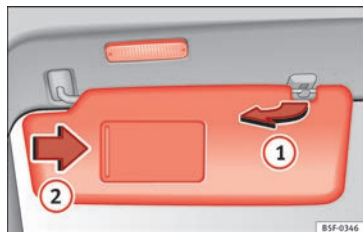

Fig. 139 Aletta parasole
- L'aletta parasole può essere staccata dal supporto e orientata verso la porta »» **fig. 139** .